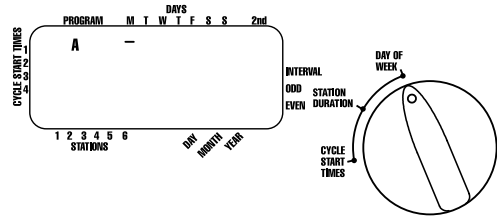

ABBILDUNG 6: LCD-Anzeige mit Bewässerungstagen
- Drehschalter auf WOCHENTAG in Programm A stellen. In der Anzeige erscheint ein „A“, der Cursor blinkt unter den Wochentagen (Montag, Dienstag, Mittwoch usw.) [siehe Abb. 6].